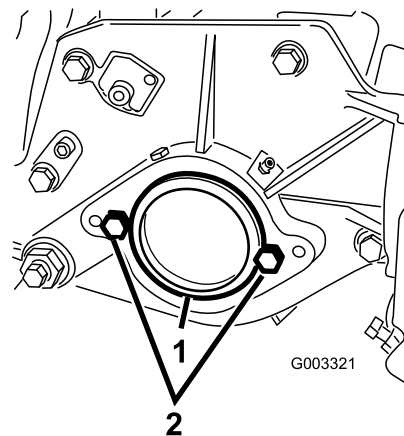

Bild 13
- Nehmen Sie rechts an der Schneideinheit den Plastikstöpsel vom Lagergehäuse ab (Bild 13).
- Nehmen Sie die zwei Kopfschrauben von der rechten Seitenplatte ab (Bild 13).
- Kopfschraube (2)
- Schrauben Sie die zwei Befestigungsschrauben für den Spindelmotor lose an der linken Seitenplatte der Schneideinheit fest (Bild 13).